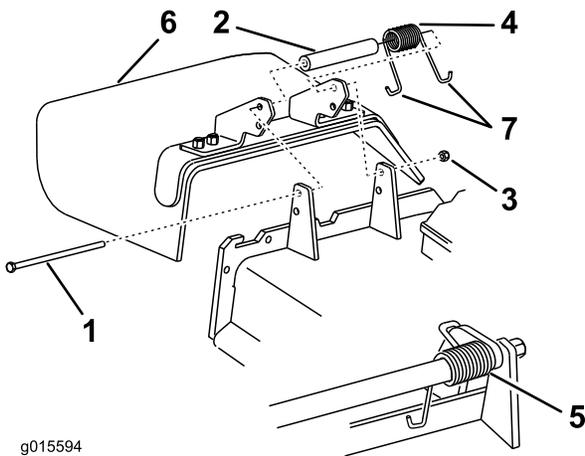

Figure 100
1. Retirez le contre-écrou, le boulon, le ressort et l'entretoise qui fixent le déflecteur aux supports de pivot (Figure 100). Enlevez le déflecteur s'il est endommagé ou usé.
Remarque: Prenez soin de placer une extrémité en **J** du ressort derrière le bord du tablier avant de mettre le boulon en place, comme illustré à la Figure 100.
3. Remettez le boulon et l'écrou. Accrochez une extrémité en **J** du ressort au déflecteur d'herbe (Figure 100).